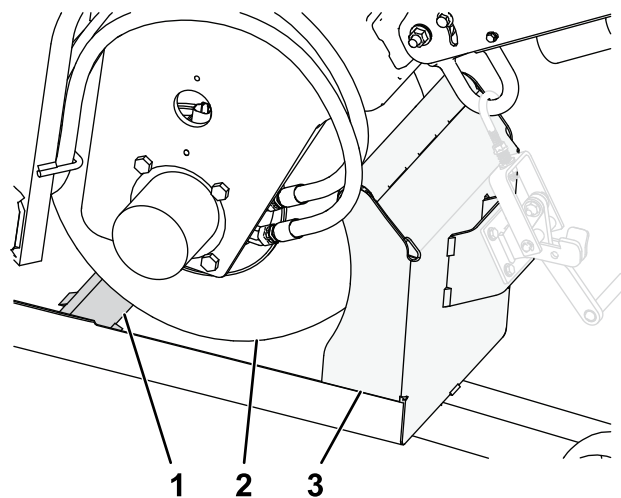

Figura 5
4. Camminate sul terreno e conducete lentamente la macchina lungo la rampa e sul rimorchio fino a quando la ruota frontale non supera la zeppa integrata e si ferma contro la protezione anteriore del rimorchio (Figura 5).